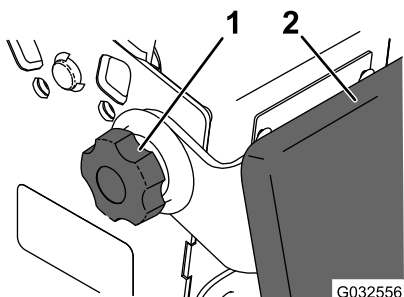

Figure 32
2. Desserrez les mollettes de chaque côté de la machine (Figure 32).